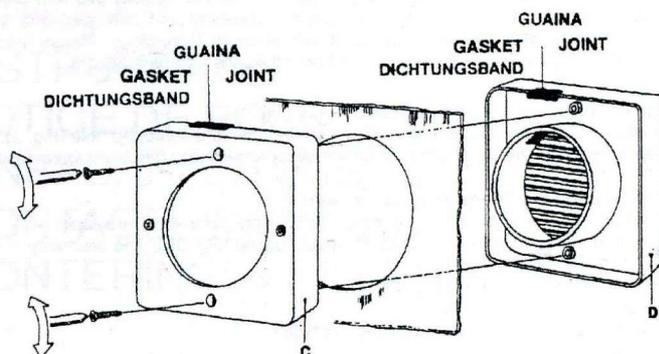

Fig. 2
- 2) Applicare la griglia D all'esterno del vetro inserendo il canotto nel foro, fate combaciare la flangia C alla griglia D e serrate bene le viti fornite di serie (fig. 2).
- 2) Position grille D to the outside of the glass inserting the spigot into the hole (Fig. 2).
- 3) Fit inner flange C to the outer grille D and screw together using the screws provided (Fig. 2).
- 2) Appliquez la grille D sur l'extérieur de la vitre en introduisant la buse d'air dans le trou découpé. Faire correspondre la platine C à la grille D en serrant les vis (Fig. 2).
- 3) Zet onderdeel C aan D vast met de meegeleverde schroeven (fig. 2).
- 2) Placer risten D på den udvendige side af glasset ved at sætte tapperne i hullerne (fig. 2).
- 3) Anbring den indvendige flange C på den udvendige rist D og saml med de vedlagte skruer (Fig. 2).